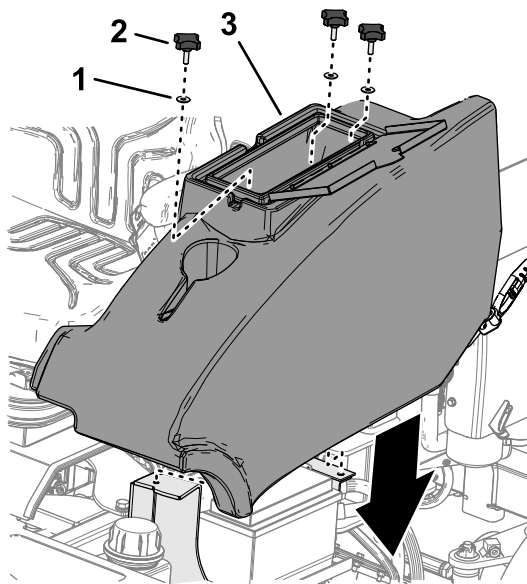

Figura 46
2. Montate il vano portaoggetti alla macchina con le 3 manopole e le 3 rondelle (**Figura 46**).